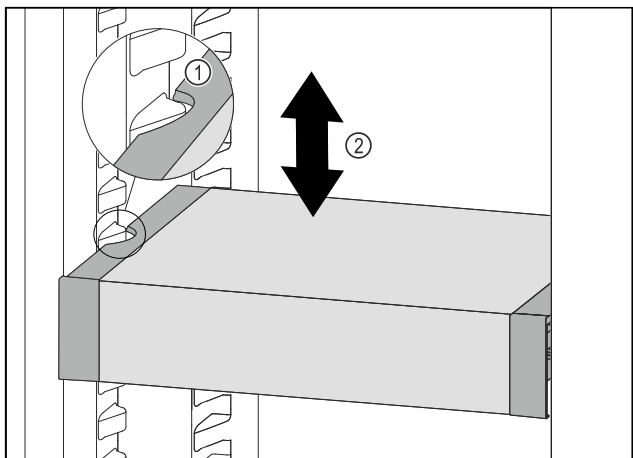

Fig. 52
- ▶ Изтеглете VarioSafe напред, докато страничните прорези на VarioSafe се намират на височината на реброто на съда в хладилната част. Fig. 52 (1)
- ▶ Преместете VarioSafe нагоре или надолу в хладилната част, докато се достигне желаната височина. Fig. 52 (2)